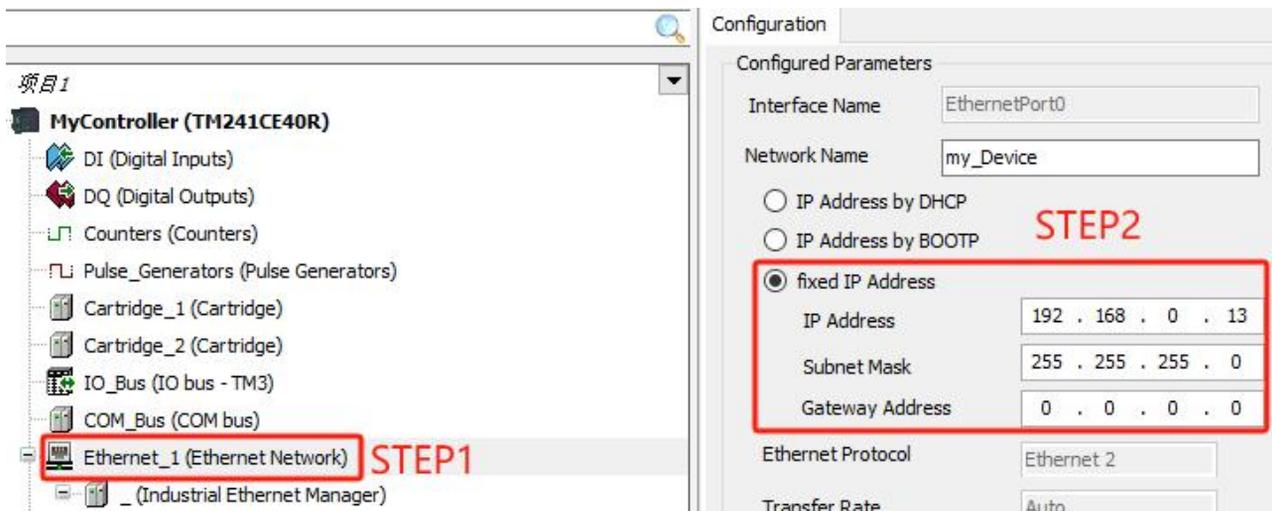

图 5-3-12
- 如图 5-3-12 所示，点击“Ethernet”，配置 PLC 参数。